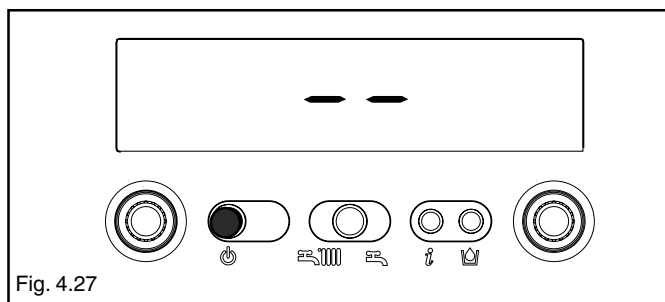

Fig. 4.27
- ⚠ Las operaciones de programación de los parámetros se tienen que realizar con la caldera en posición OFF. Para hacer esto pulse el botón  hasta visualizar en el display - - (fig. 4.27).
La caldera se vuelve a colocar en el estado - - (apagado). Para restablecer el funcionamiento, pulse el botón  (fig. 4.27).